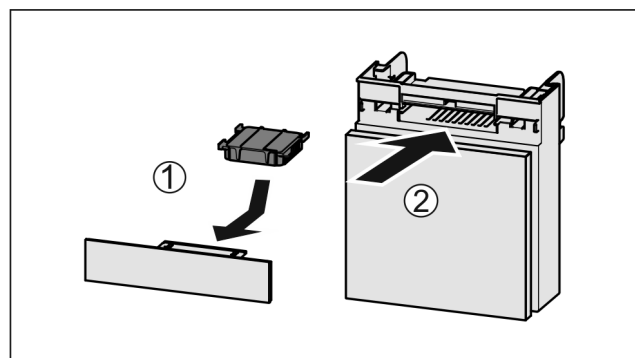

Fig. 273
- ▶ Поставете Fig. 273 (1) филтъра с активен въглен, както е показано на фигурата.
- ▶ Вкарайте Fig. 273 (2) отделениято.